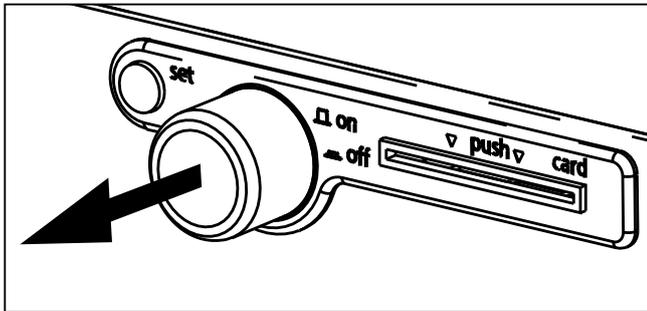

Abb. 18 Prüfschrank einschalten
- ▶ Einschalten: Hauptschalter drücken, so dass er aus dem Gerät kommt (Abb. 18).
1. Gerät durch Drücken des Hauptschalters einschalten (Hauptschalter kommt aus dem Gerät, siehe Abb. 18).